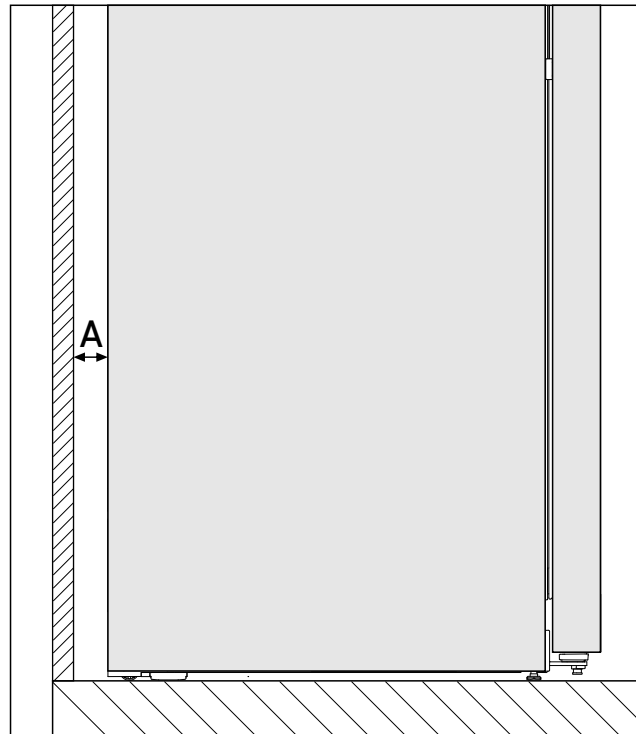

Fig. 2 *
Der Energieverbrauch wurde mit einem Wandabstand Fig. 2 (A) zwischen Geräterückseite und Wand ermittelt. Wenn der Wandabstand weniger als Fig. 2 (A) beträgt, hat dies keinen Einfluss auf die Funktionsfähigkeit des Geräts, allerdings erhöht sich bei geringerem Wandabstand der Energieverbrauch geringfügig.